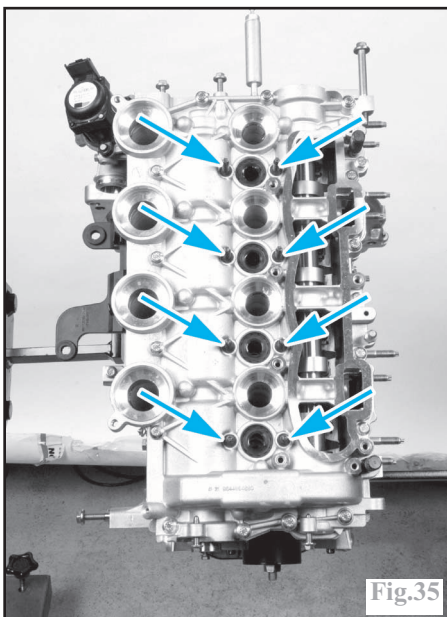

Fig.35
- vérifier le serrage des goujons (Fig.35).